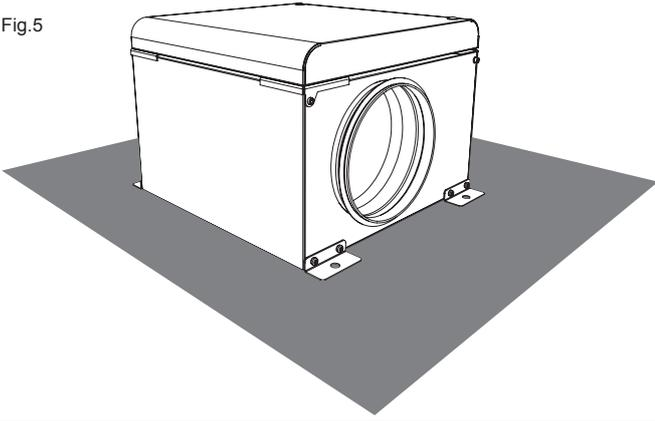

Fig.6
- Prevedere durante l'installazione spazio per l'apertura della portella d'ispezione (Fig. 6).
- During installation enough space shall be retained for opening of the fan maintenance door (Fig. 6).